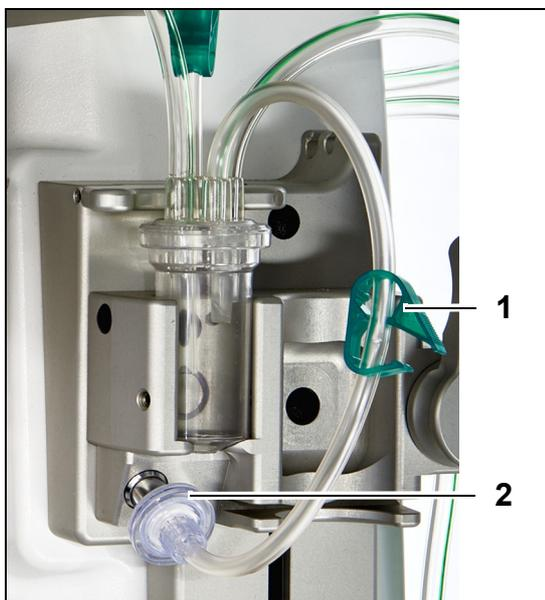

Fig. 92
1. Raccorder le filtre hydrophobe Luer-Lock (2) de la ligne de pression de l'UDA au capteur de pression de l'UDA.
2. Laisser le clamp (1) de la ligne du filtre hydrophobe ouvert, comme indiqué sur la Figure 92.